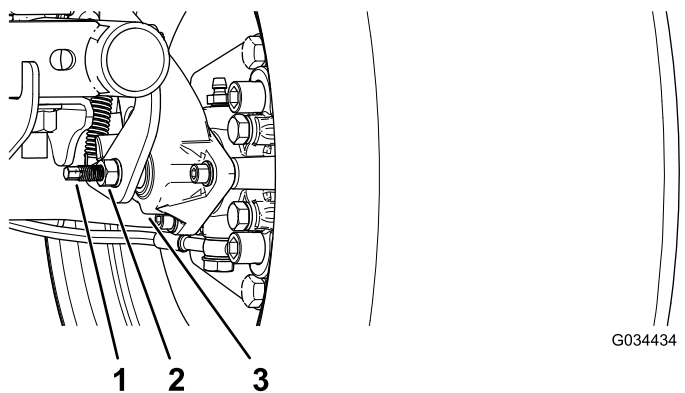

Figura 56
3. Utilizzando 2 chiavi, mantenete fermo il montante di regolazione sulla pinza con una chiave e allentate il controdado di 1/4 di giro con l'altra chiave (Figura 56).
4. Tenendo fermo il montante di regolazione e il controdado, girate il montante di regolazione per serrarlo (Figura 56).
5. Tenendo fermo il montante di regolazione e il controdado, allentate di 1/4 di giro (Figura 56).
6. Tenendo fermo il montante di regolazione e il controdado, serratelo (Figura 56).